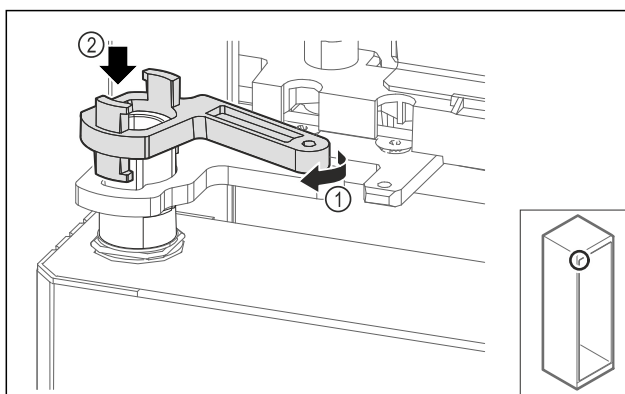

Fig. 70
- ▶ Rotiți ușor închizătorul de blocare al suportului de lagăr Fig. 70 (1) și așezați-l pe manșon Fig. 70 (2).